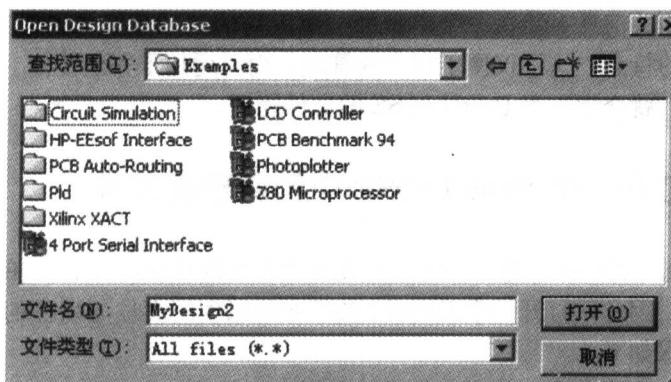

图 2-13 打开文件对话框
(2) 执行完该命令后,会弹出如图 2-12 所示的打开文件对话框。在该对话框【搜寻】选项中找到文件所在的位置,在【文件类型】选项中选择所要打开的文件类型,在【文件名】选项或文件列表框中输入或选中所要的文件名,这里的文件类型为原理图文件 (*.sch),如图 2-13 所示。